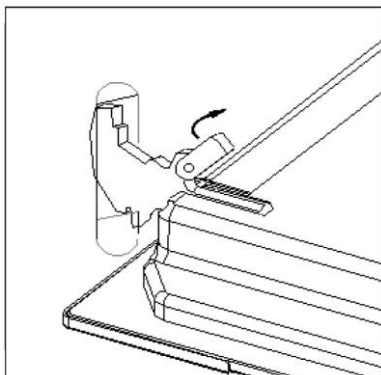

Figure 8
2. Veuillez lever et tourner les petits leviers situés sur les deux charnières (voir la figure 8)